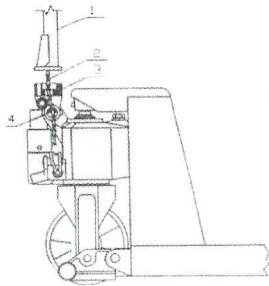
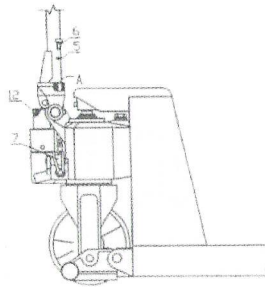

Fig. 7
Fig. 8
1. Levantar el mango (pos. 1 fig. 7), y pasar la cadena (pos. 2 fig. 7) en orden a través de los agujeros de la cremallera (pos. 3 fig. 7) y del pasador del eje (pos. 4 fig. 7).
2. Colocar la arandela de muelle (pos. 5 fig. 8) y el tornillo (pos. 6 fig. 8). Empujar el tornillo (pos. 6 fig. 8) dentro de los agujeros A con una llave de tuercas y apretarlo de tal modo que el mango (pos. 1 fig. 7) y la cremallera (pos. 3 fig. 7) queden unidos.